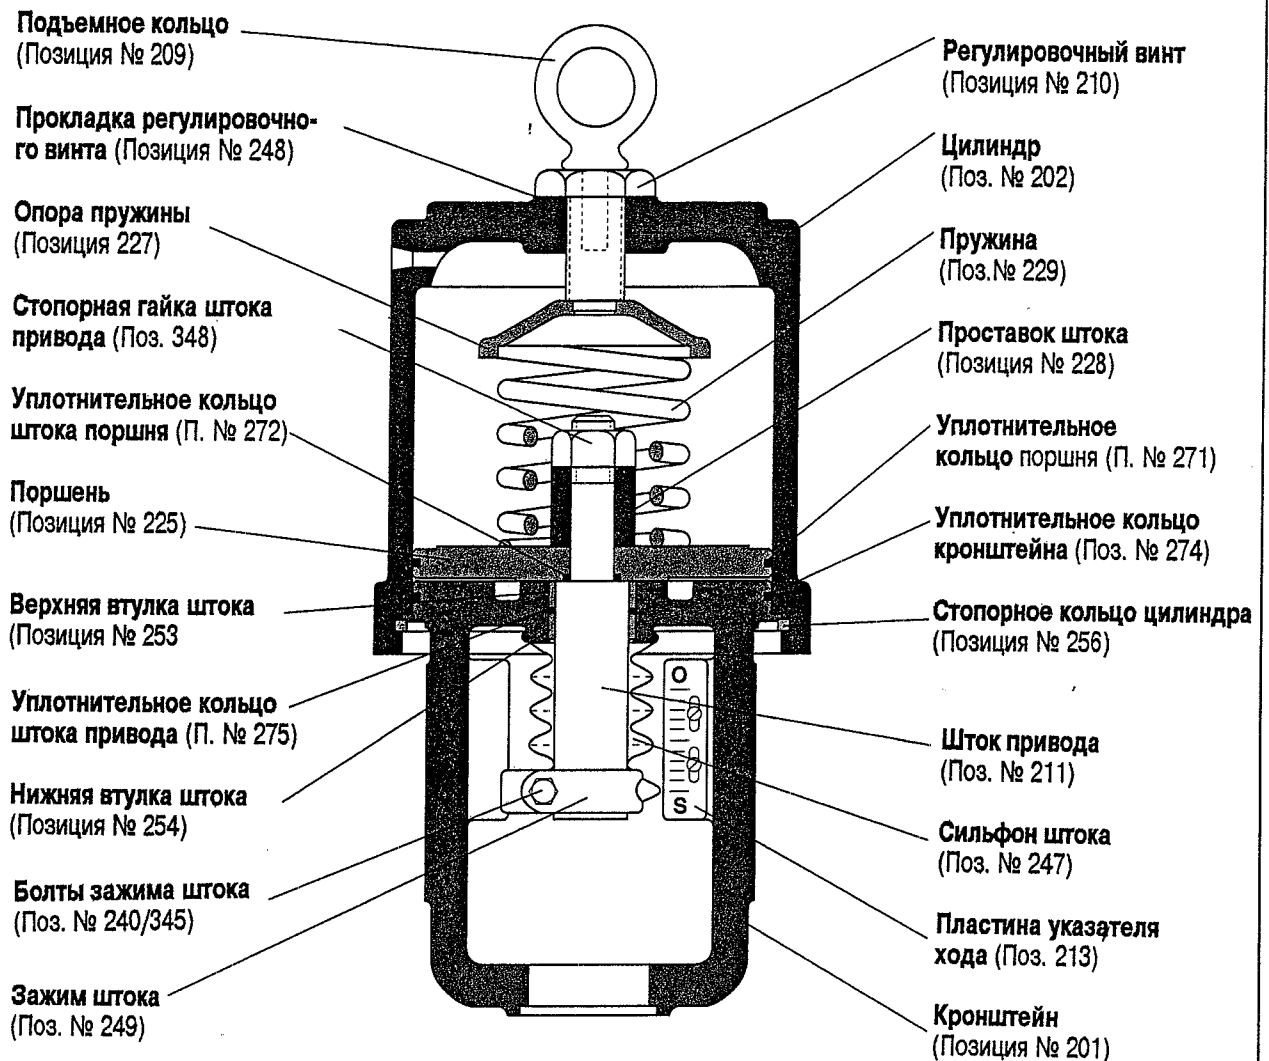

Рис. 1: Цилиндр привода с втягивающимся под давлением воздуха штоком
7. Для конструкций, в которых шток втягивается под давлением воздуха, снимите пружину (пружины) и опору пружины, очистите и осмотрите их (см. Рис. 1, 3 и 5). Отвинтите стопорную гайку штока привода и сдвиньте поршень и проставок штока со штока привода. В конструкциях с усиленными пружинами следует также удалить направляющую пружины.